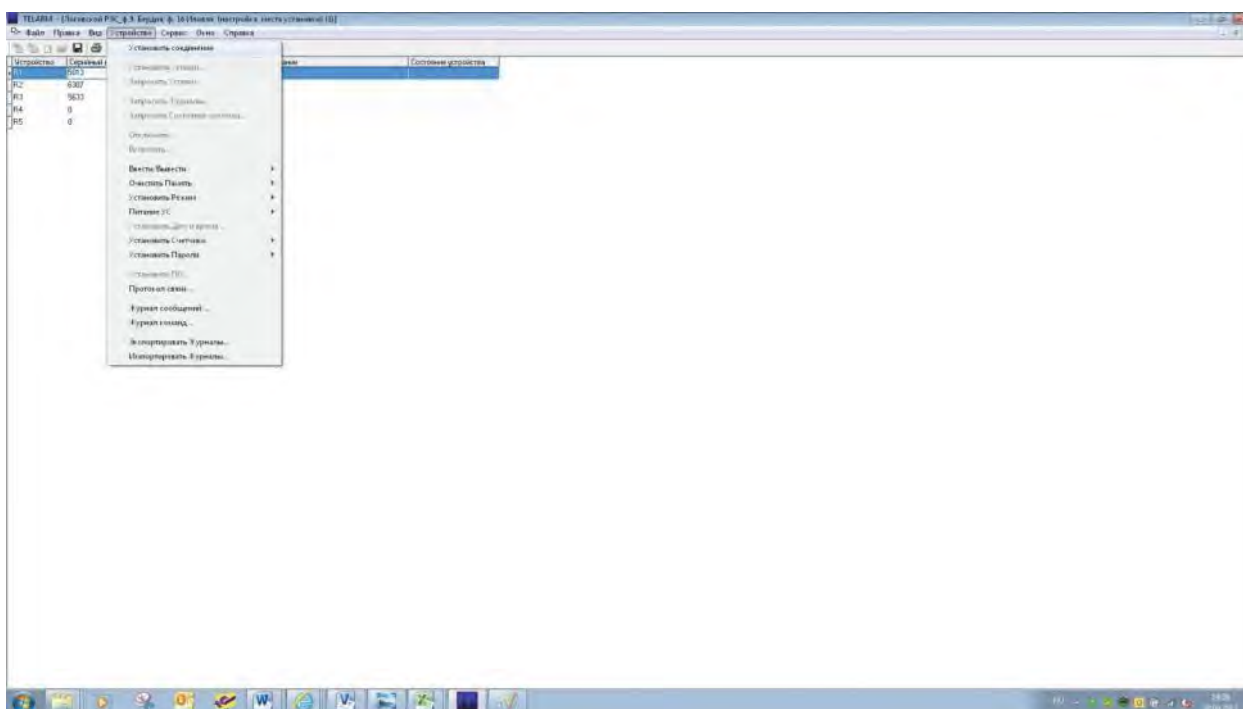

Рис. 4.10. Команда «Установить соединение»
7. Выполнить команду «Устройство/Установить соединение» (см. Рис. 4.10).